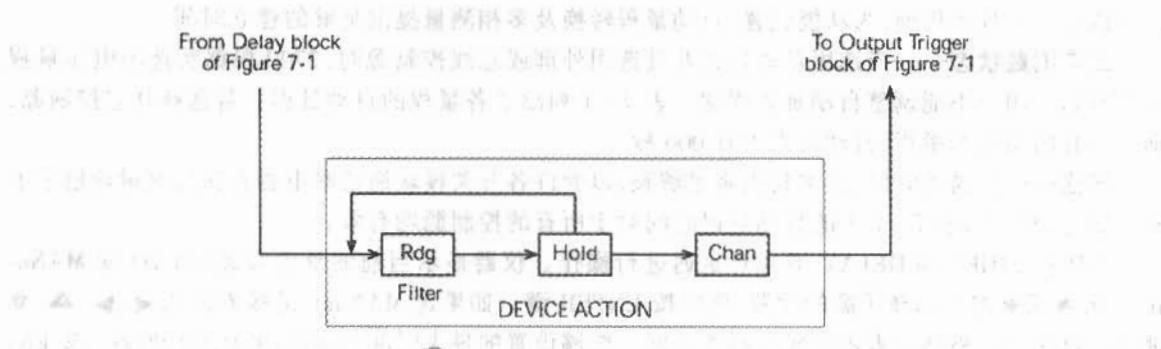

图 7-2 仪器动作
主要的仪器动作是测量。然而仪器动作可以包含以下一些另外的动作(参见图 7-2):
- **保持(Hold)**——此功能用来筛选掉异常读数。当使用此功能时,用户选择一个窗口及保持计数。一般来说,当读数落在窗口以外即被剔除;操作回到图 7-2 所示仪器动作的起点从新开始。保持计数指定了在读数被接受之前究竟有多少必须落在保持窗口以内。参见“读数 HOLD(自动建立)”以了解更多细节。获保持读数后,操作进行到通道闭合。